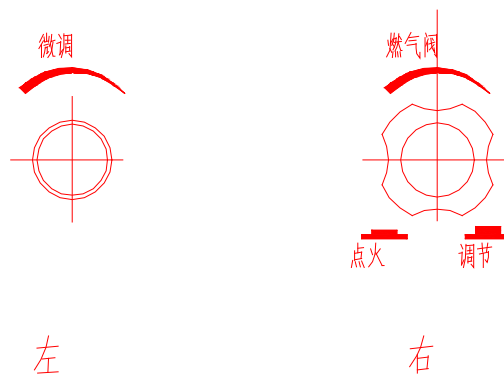

图 2
- 1) 点火装置：从右侧开始，按下燃气阀调节旋钮，左转 90°，往里推，点火装置自动接通电源，脉冲发生器开始工作，点火电极在燃烧头的边缘产生高压电火花。从燃烧头溢出的液化气碰到电火花自动引燃。按住调节旋钮数秒后再松手，火焰就会正常燃烧。此时继续向左转转到最左火焰最小（见图 2 右）
仪器测试的稳定和火焰稳定有密切关系，仪器安装一个微调阀使得火焰调节方便，燃烧稳定。在点火完成后，燃气阀旋钮在最左时，可以调节微调阀控制火焰大小，直到火焰满意为止。（见图 2）